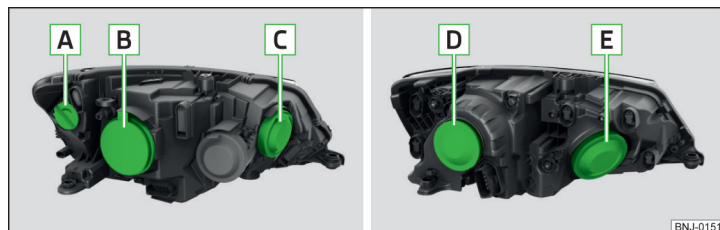

Fig. 182 Prezentarea în principiu: Faruri cu halogen/Proiectoare cu halogen
**Disponerea becurilor cu incandescență » fig. 182**
- > Scoateți capacul de protecție **B** » fig. 182 la pagina 191.
- Așezați capacul de protecție **B** » fig. 182 la pagina 191.
- Scoateți capacul de protecție **C** » fig. 182 la pagina 191.
- Introduceți capacul de protecție **C** » fig. 182 la pagina 191.
- Scoateți capacul de protecție **B** » fig. 182 la pagina 191.
- › Scoateți capacul de protecție **D** » fig. 182 la pagina 191.